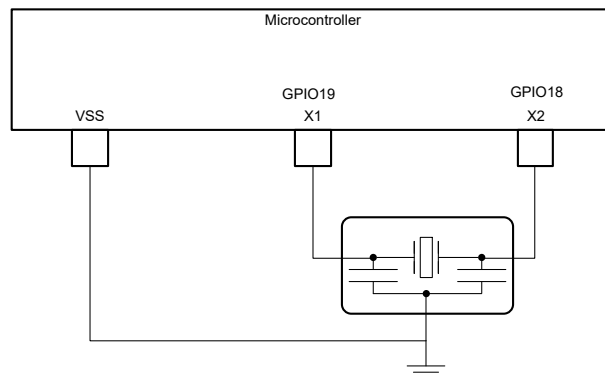

図 6-16. 外部共振器
- 外部共振器。図 6-16 に示すように、X1 と X2 の間に共振器を接続し、そのグランドを VSS に接続する必要があります。